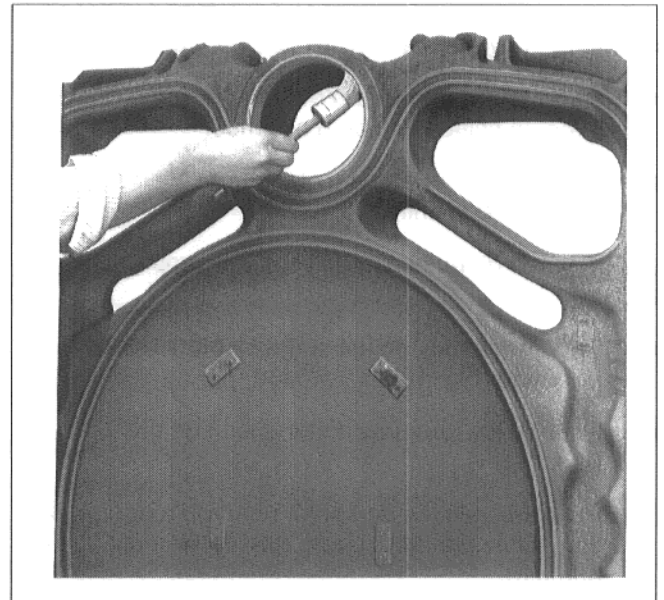

Fig. 11
- Nettoyer les surfaces d'étanchéité de l'alésage à l'aide d'un chiffon imbibé d'essence (Fig. 11).
- Enduire de minium les surfaces d'étanchéité de l'alésage (Fig. 11).